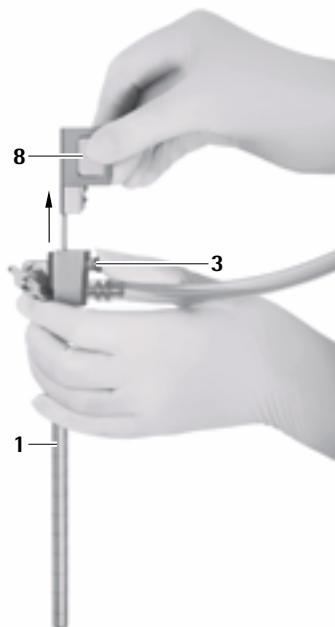

Fig. 10
- ▶ Tryck in urkopplingsknappen **3** och dra försiktigt ut optikkanalens obturator **8** ur MINOP inVent-troakaren **1**, se Fig. 10.